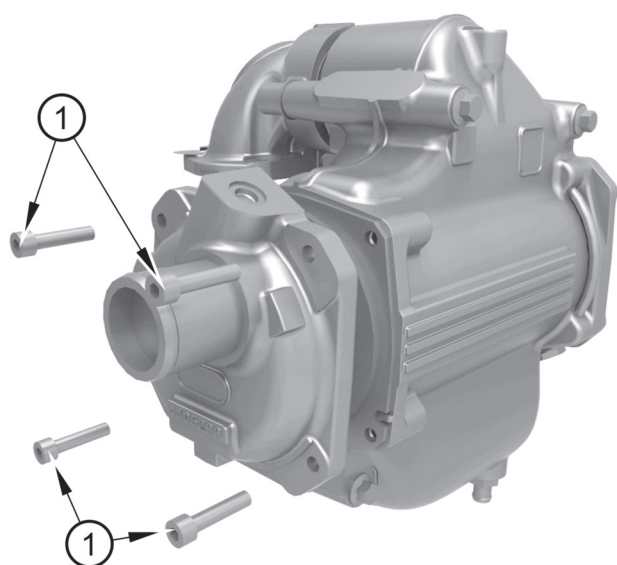

Figura 26
6. Rimuovere il tappo terminale svitando i bulloni (figura 26 voce 1).